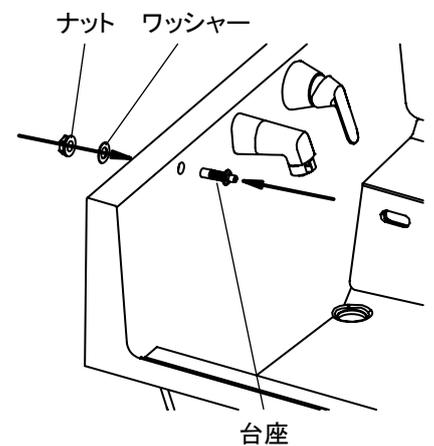

図4-2
② ポップアップつまみの台座を取付けてください。[図4-2]